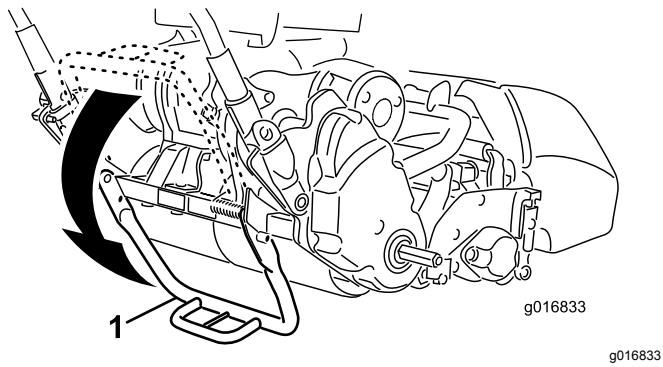

Figura 9
1. Baje el caballete presionando con el pie **en el centro de la barra**, y tire hacia arriba del manillar inferior central de la máquina hasta que el caballete haya girado hacia delante, pasando el centro del arco (Figura 9).